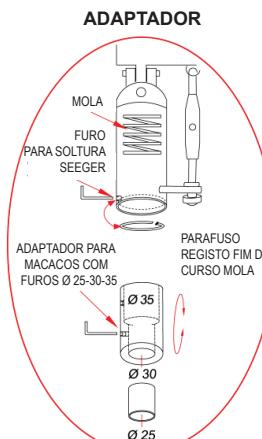

fig1
- Enfi o adaptador para macaco na haste Ø mm do mesmo e bloqué-lo aparafulando o parafuso de cabeça hexagonal interna apropriado (fig1)